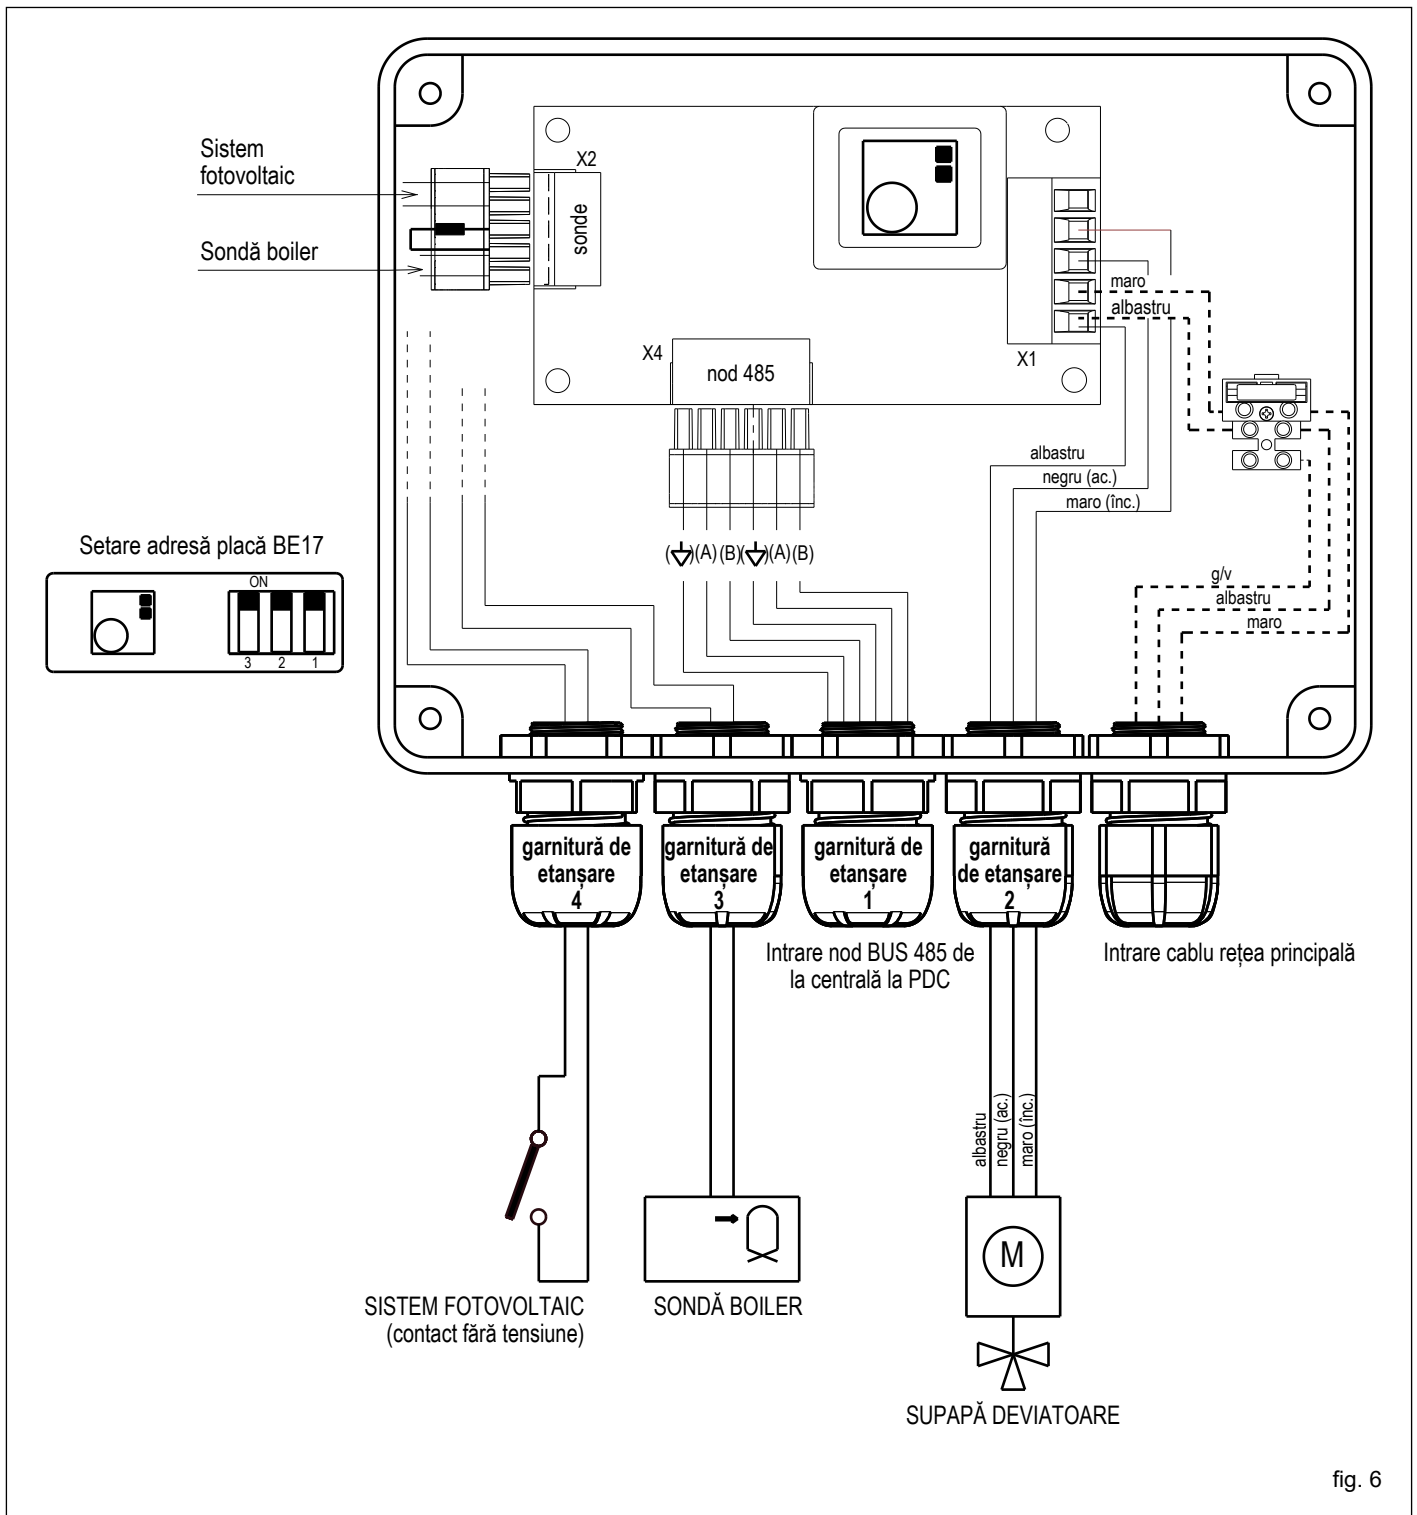

fig. 6
- ⚠ **Pentru conexiuni, consultați schema electrică (fig. 6).**
- Cuplați la conectorul cu 6-poli X4 al plăcii electronice BE17 cablurile MAGISTRALEI de comunicare a sistemului (Lmax = 30m) conform schemei electrice după ce sunt introduse în **garnitura de etanșare 1** (fig. 6).
- Cuplați la conectorul cu 5-poli X1 cablajul conexiunii supapei deviatoare furnizate după ce a fost introdus în **garnitura de etanșare 2** (fig. 6).
- Cuplați la conectorul cu 5-poli X2 cablul sondei furnizate după ce a fost introdus în **garnitura de etanșare 3**; consultați schema electrică (fig. 6).
- conectați cele 2 fire care provin de la sistemul fotovoltaic (contact uscat fără tensiune) la conectorul cu 5-poli X2 conform schemei electrice (fig. 6) după ce a fost introdus în **garnitura de etanșare 4**.